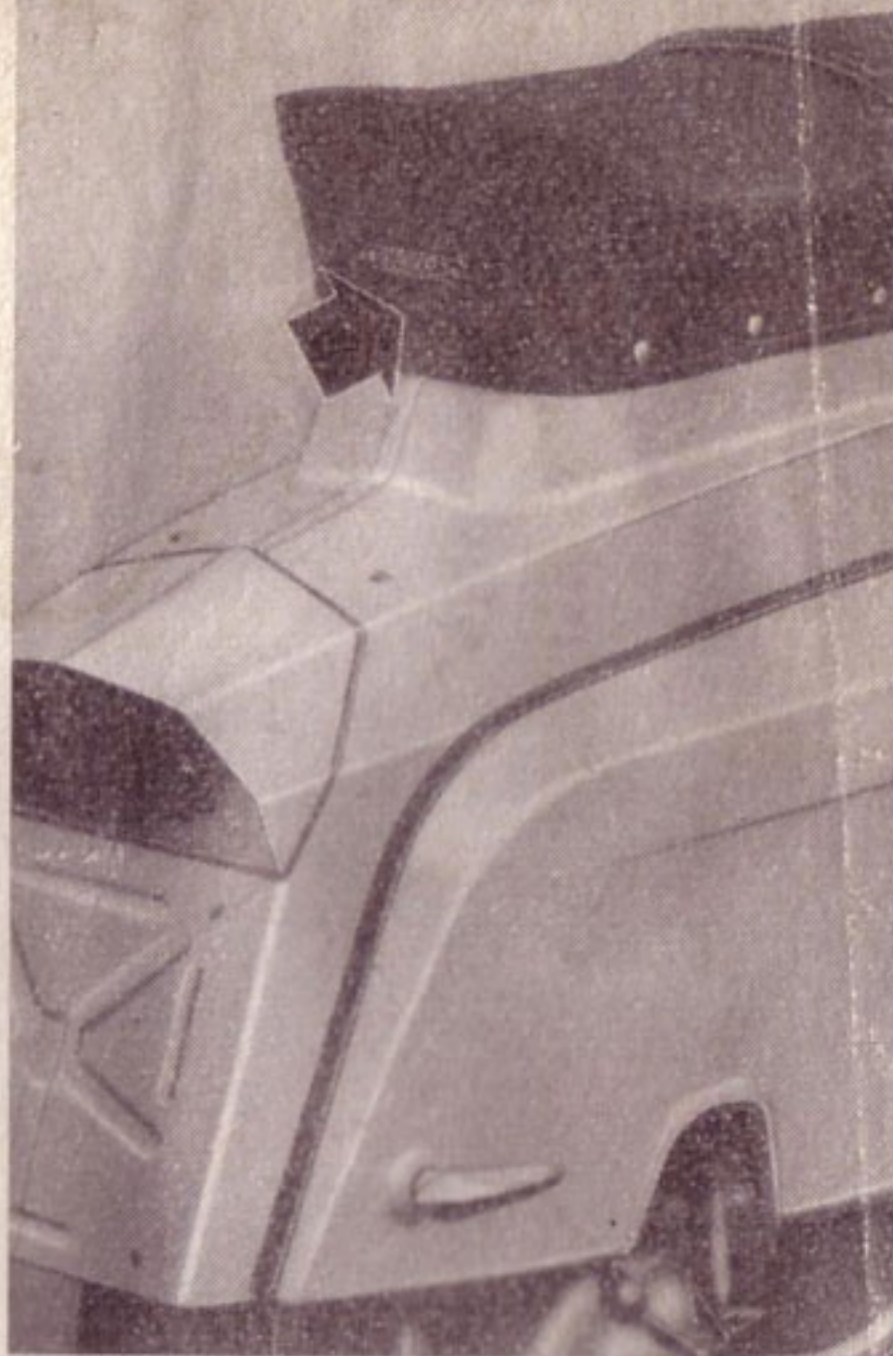

Fig. 6
- libérer la selle de sa fixation en appuyant sur la partie postérieure (fig. 6);